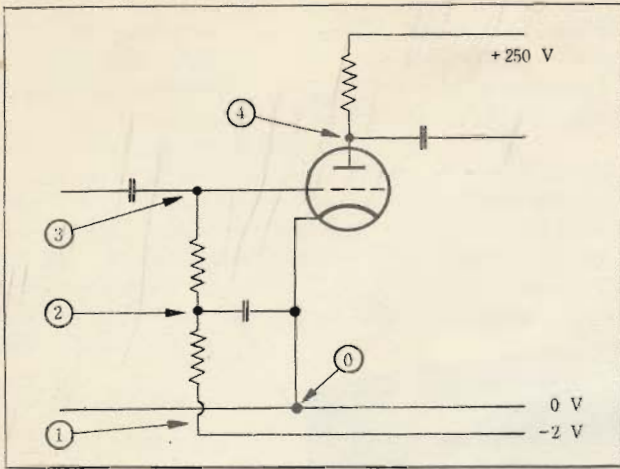

Fig. 1
a) Mätning av gallerförspänningen på ett rör med fast förspänning (fig. 1).
Rörvoltmeters anslutes till nätet och nätströmbrytaren ställs i läge »Till». Den högra omkopplaren ställs i läge »+ $\underline{\text{I}}$ ». Den mellersta omkopplaren ställs i läge 4,5. När rörvoltmeters efter några minuter blivit varm, nolljusteras den. Rörvoltmeters uttag märkt »+» anslutes till 0 i fig. 1, medan uttaget märkt »—» anslutes till 1, 2 eller 3 i fig. 1, beroende på i vilken punkt man önskar mäta förspänningen. Spänningen avläses sedan på den nedre svarta skalan.